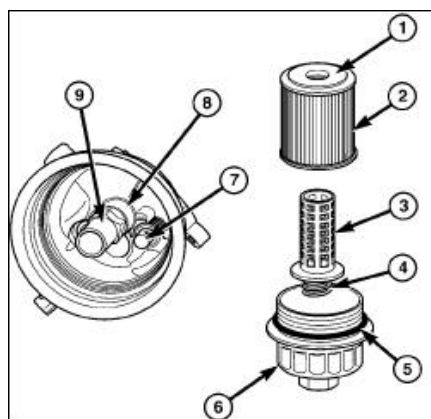

图95 机油过滤器
- a) 连续转机油盖, 取出机油滤芯(图95)。
- b) 拆卸机油过滤器 (图. 95)。
- (1) 安装新的O型密封环(图 95)。
- (2) 安装新的机油滤芯(图 95)。
- (3) 安装好机油密封圈。
- (4) 紧固机油过滤器盖, 力矩为 $25 \text{ N} \cdot \text{m}$ 。
- (5) 加注4L的机油量。
- (6) 起动发动机, 检查机油泄漏。